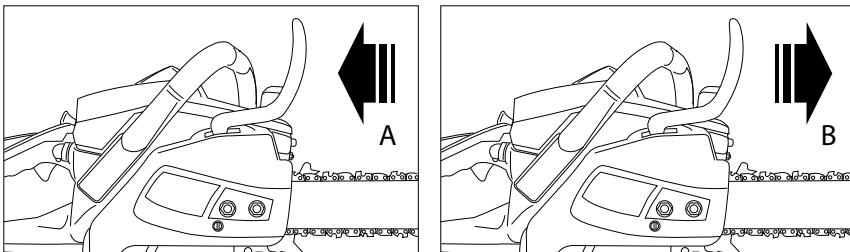

Fig. 12
1. Frâna este dezactivată (lanțul se poate mișca) atunci când mânerul frânei este îndreptat înapoi și este blocat (Fig. 12). Într-un astfel de caz, lanțul trebuie să se deplaseze liber de-a lungul șinei (barei).
2. Frâna este activată (lanțul nu se mișcă) atunci când mânerul frânei este îndreptat înainte (B) (Fig. 12). În acest caz, lanțul nu ar trebui să se deplaseze.